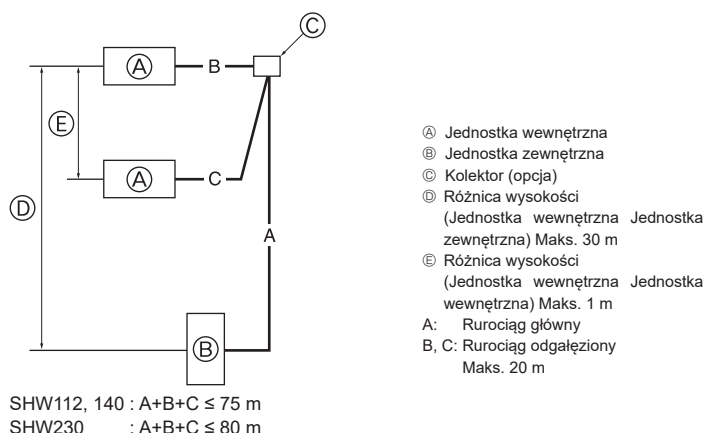

Fig. 4-9
4.7. Układy twin/triple/quadruple (Fig. 4-9) (dotyczy tylko klimatyzatorów)